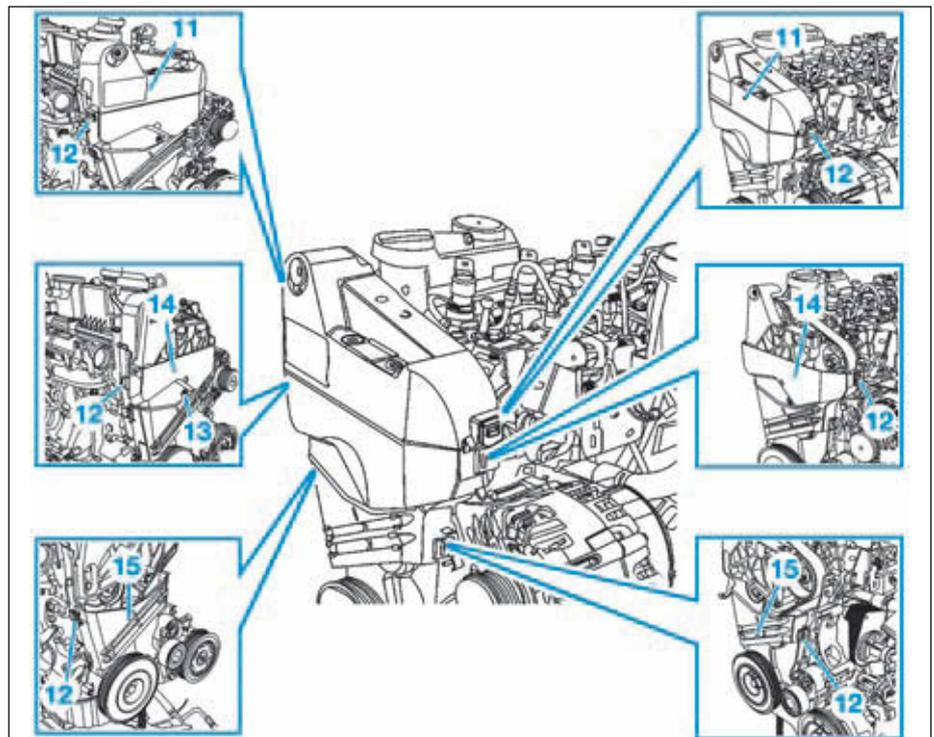

FIG.10
- Déposer (Fig.10) :
- le carter supérieur de distribution (11) en agissant sur les agrafes (12),
- la vis (13), et agir sur l'agrafes (12) du carter intermédiaire de distribution (14),